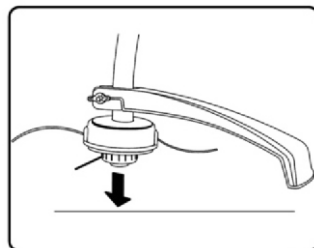

Рис. 8
7.6. Настройка длины лески (Рис. 8)